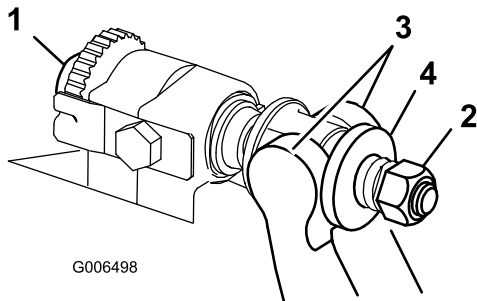

图24
1. 逆时针旋转底刀架调节螺丝，将底刀向后撤离滚刀（图24）。
2. 退出弹簧加压螺母，直到垫圈不再对底刀架（图24）施压。